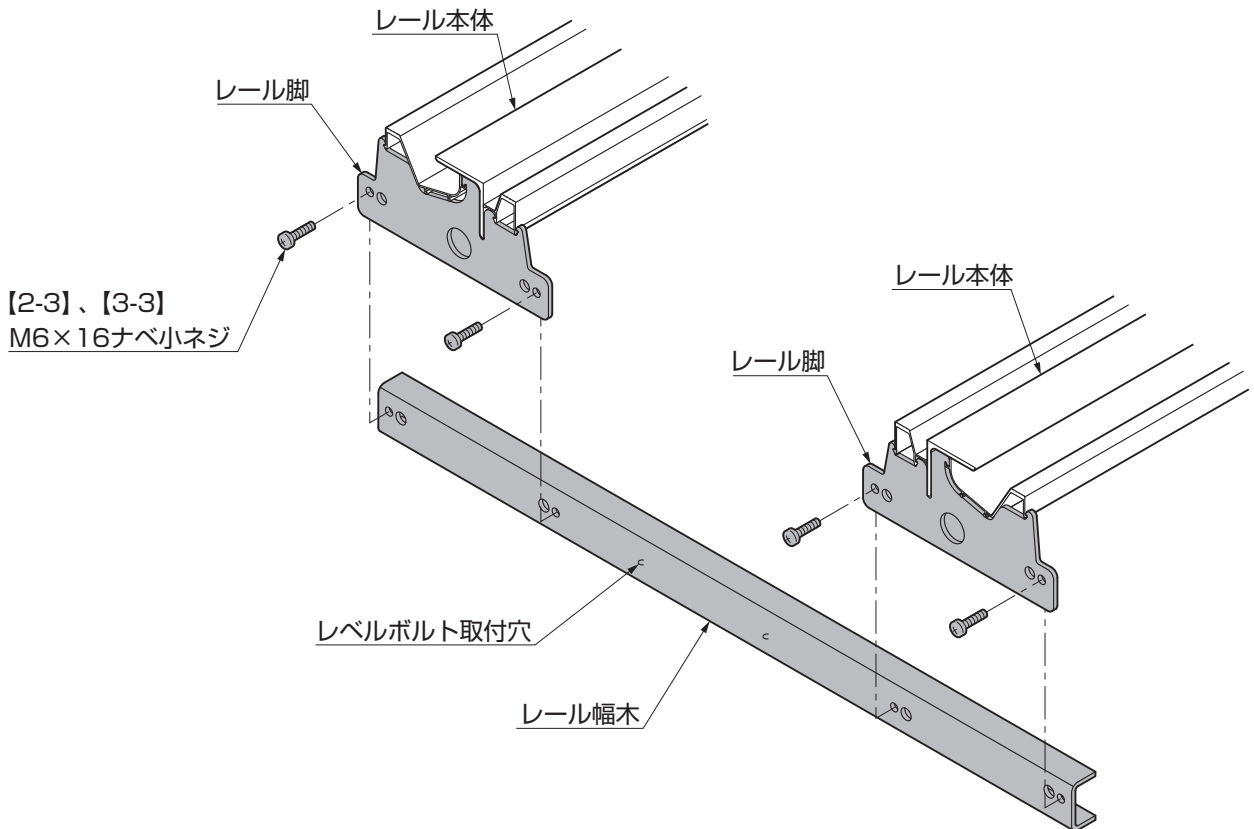

図3-1
- ①レール本体のレール脚部分に【2-3】（【3-3】）でレール幅木を取付けてください。レール幅木はレベルボルト取付穴が下向きになるように取付けます。（図3-1参照）